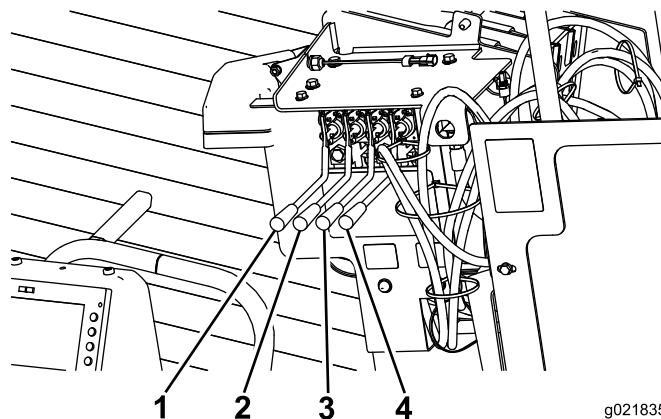

Bild 44
- Drücken Sie auf die zwei rechten Verankerungshebel, um die rechte Verankerung abzusenken und die Bohrschnecke zu drehen, bis sie fest im Boden sitzt (Bild 44).